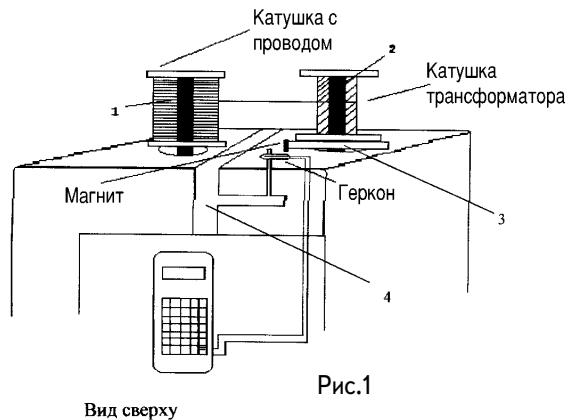

Рис.1
Я предлагаю в качестве намоточного станка использовать обычную электрическую швейную машину с небольшой "навеской". Причем доработка никак не затрагивает внутреннего устройства самой машины, и ее в любой момент можно использовать по прямому назначению. Устройство и принцип работы намоточного станка показаны на рис.1. На стержень (1) через переходник надевают катушку с проводом, на стержень (2) - диск (3), на кромке которого укреплен магнит. Сверху на диск тоже плотно надевают катушку наматываемого трансформатора. На корпусе машины с помощью хомута (4) крепят геркон в непосредственной близости от магнита, чтобы при каждом обороте диска контакты геркона замыкались. К выводам геркона припаиваются проводники, другие концы которых присоединяют к контактам кнопки "=" любого калькулятора. На калькуляторе нажимают следующую последовательность клавиш: 0; +; 1. Теперь при наматывании провода калькулятор будет считать количество витков.